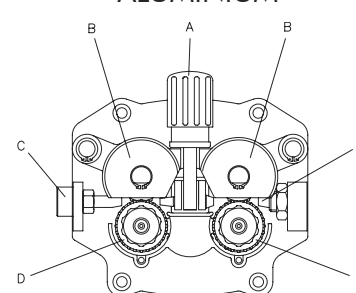

FIG. 9
- Desserrer et abaisser le bouton en plastique (A) et relâcher le levier presse-fil (B) (Fig.9). Extraire les résidus de fil éventuels de la gaine guide-fil (E).
- Relâcher le fil de la bobine et le tenir serré avec une paire de pinces de façon à ce qu'il ne puisse pas se dérouler. Si nécessaire, le redresser avant de l'introduire dans le guide d'entrée (C) du fil. Y introduire le fil en le faisant passer au-dessus du galet inférieur (D) et dans la gaine guide-fil (E).
- Abaisser le levier presse-fil (B) et soulever le bouton en plastique (A). Serrer légèrement. Un serrage excessif bloque le fil et pourrait endommager le moteur. Un serrage insuffisant ne permettrait pas aux galets d'entraîner le fil.
- Ouvrir le panneau latéral. Desserrer et abaisser le bouton en plastique (A) et relâcher le levier presse-fil (B) (Fig.9). Couper le fil (s'il a déjà été chargé) en le tenant toujours serré avec des pinces de façon à ce qu'il ne se déroule pas et le lier sur le trou spécifique du rochet. Dévisser la buse, enlever la pointe de la torche et avec une paire de pinces extraire le fil de la gaine.